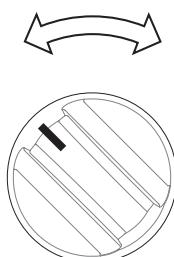

Figura 6: La perilla de control que se muestra generalmente es la única
2. Presione y gire la perilla de control de las hornallas en cualquier dirección hasta el ajuste deseado (Figura 6). Comience la mayoría de las cocciones con un ajuste más alto y luego cámbielo a más bajo para terminar de cocinar. Cada hornalla irradia una cantidad constante de calor en cada ajuste. Si la superficie roja brillante sobresale por debajo del borde inferior de los utensilios de cocina, estos son demasiado pequeños para el área de calentamiento que se está utilizando.